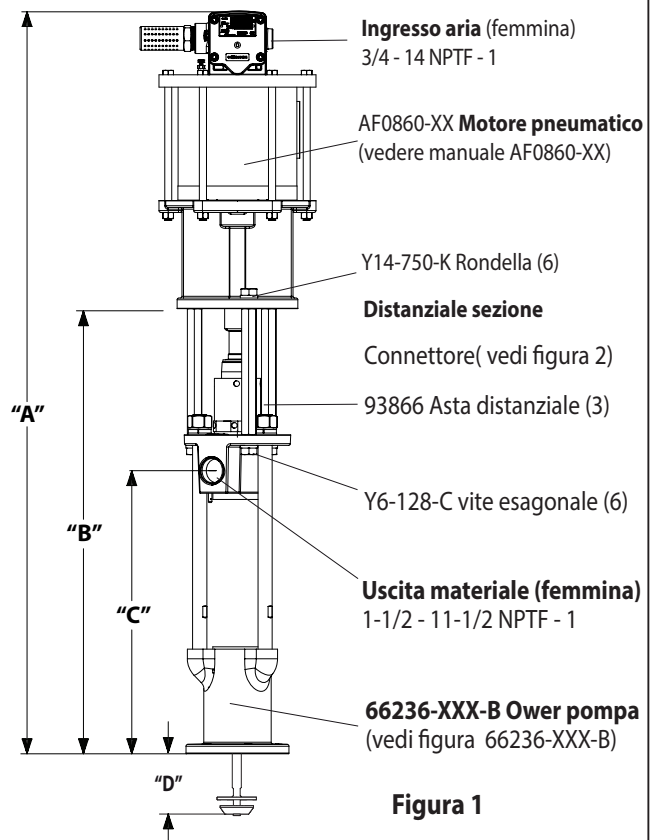

Figura 1
2. Rimuovere le tre (Y6-128-C) viti e blocco (Y14-750-K) rondelle dei tre aste (93866) distanziatori (vedi figura 1).